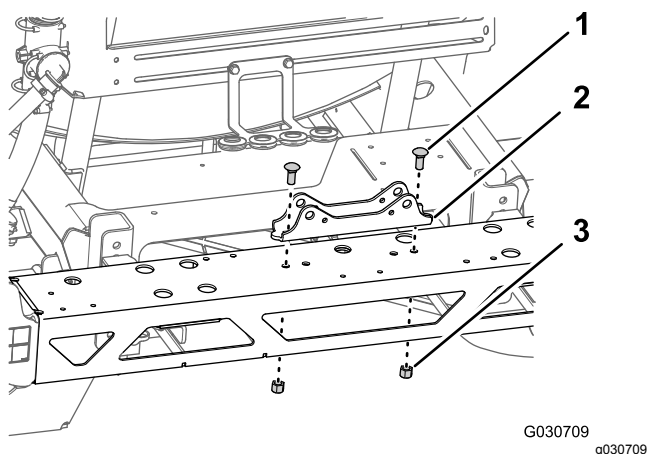

Figura 80
3. Rimuovete i 2 bulloni a testa tonda (1/2" x 1 1/4") e i 2 dadi di bloccaggio flangiati (1/2") che fissano il supporto del cilindro alla sezione della barra centrale e rimuovete il supporto (Figura 80).